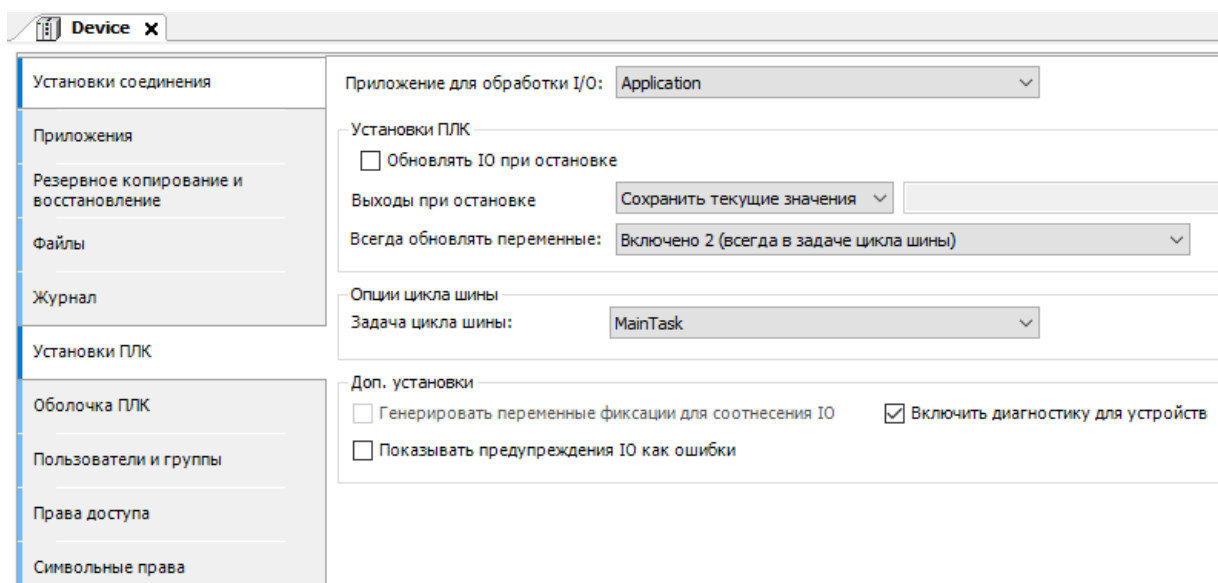

Рисунок 2.5 – Настройка установок ПЛК
**Настройка установки ПЛК.** Для настройки установок ПЛК необходимо в дереве проекта перейти во вкладку «Device» путем двойного нажатия на левую клавишу мыши. В рабочем поле откроется окно «Device», в котором расположено 15 вкладок: «Установка соединения», «Приложения», «Резервное копирование и восстановление», «Файлы», «Журнал», «Установки ПЛК», «Оболочка ПЛК», «Пользователи и группы», «Права доступа», «Символьные права», «Lincensed Software Metrics», «МЭК-объектов», «Размещение задачи», «Состояние» и «Информация». Перейдем во вкладку «Установки ПЛК» (рис. 2.5). У пользователя есть возможность настройки ряда параметров: «Приложение для обработки I/O» (по умолчанию – **Application**), «Установки ПЛК», «Опции цикла шины» и «Доп. установки». Необходимо в параметре «Всегда обновлять переменные» выбрать «**Включено 2 (всегда в задаче цикла шины)**», в параметре «Задача цикла шины» выбрать «**MainTask**», в котором храниться основная программа PLC\_PRG.